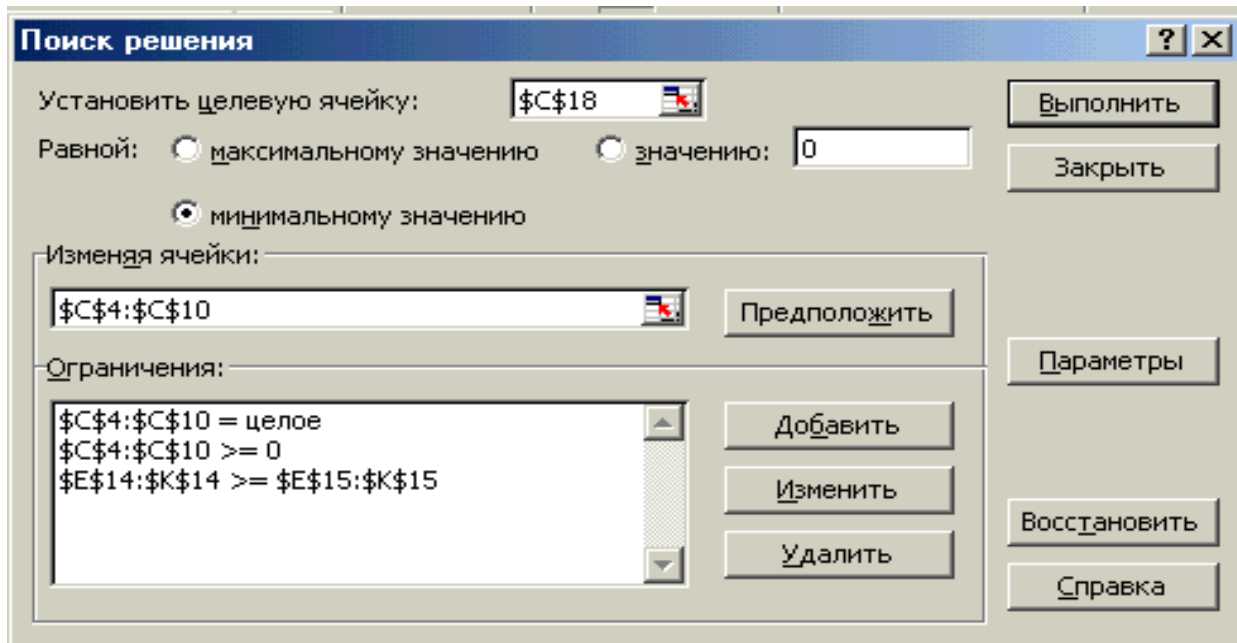

Рис. 1
- **Данные – Анализ данных ⇒ Поиск решения** (появится окно Поиск Решения (см. рис. 1).
- щелкнуть по кнопке **ОК**, т.к ввод ограничений завершен. Происходит возврат к окну **Поиск решения** (рис. 1).